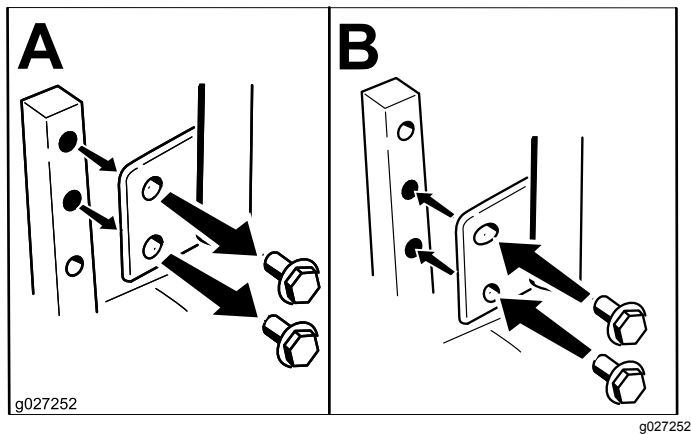

Figura 16
Las palancas de control de movimiento pueden ser ajustadas hacia arriba o hacia abajo para que su manejo sea más cómodo (Figura 16).
2. Afloje el perno inferior lo suficiente para poder desplazar hacia adelante o hacia atrás la palanca de control (Figura 16).